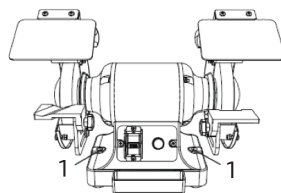

Рис. 12
1. Установить станок на стол, используя отверстия в основании (1) (рис. 12).